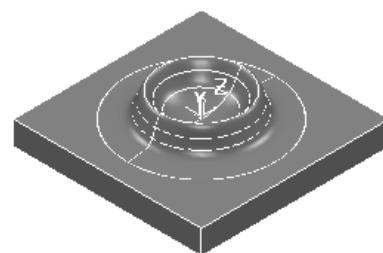

图 2-69 打开范例文件
2) 选择下拉菜单中的“文件”→“范例”命令，弹出“打开范例”对话框，选择“radius.dkg”（“随书光盘:\第 2 章\exercise8\uncompleted\radius.dkg”）文件，单击“打开”按钮即可，如图 2-69 所示。